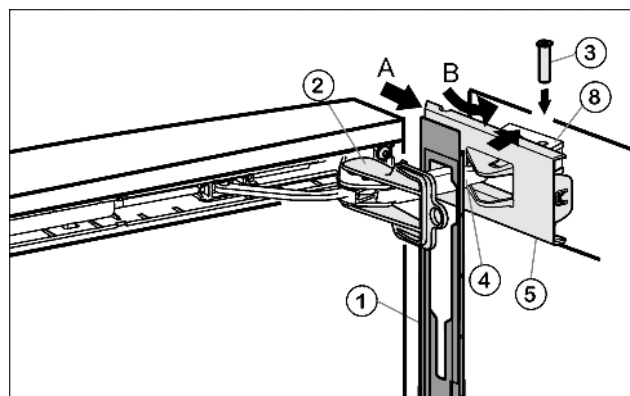

Fig. 18
- ▶ Навесьте накладку Fig. 18 (1) на амортизационную скобу Fig. 18 (4) таким образом, чтобы передние защелки показывали во внутрь, а передняя сторона была направлена к устройству.
- ▶ Отодвиньте (А) крышку Fig. 18 (5) снаружи и поверните (В) через опорную деталь Fig. 18 (8).
- ▶ Установите крышку Fig. 18 (5) и защелкните ее до первого фиксатора.
- ▶ Притяните амортизационную скобу Fig. 18 (4) к опорной детали и сверху вставьте палец Fig. 18 (3) таким образом, чтобы квадратная головка сидела в углублении.
- ▶ Теперь полностью защелкните крышку Fig. 18 (5) на опорной детали Fig. 18 (8).
- ▶ Выкрутите фиксатор Fig. 18 (2).
- ▶ Защёлкните накладку Fig. 18 (1) на дверце.